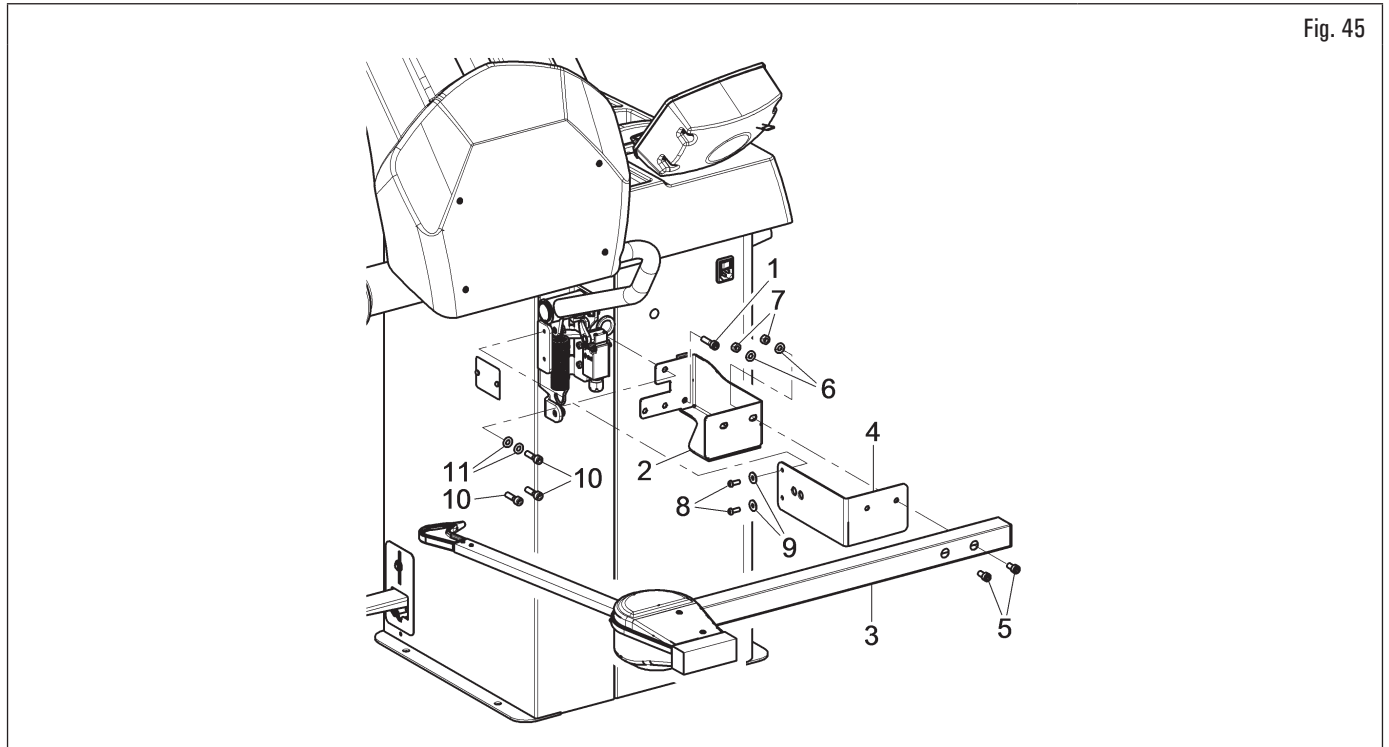
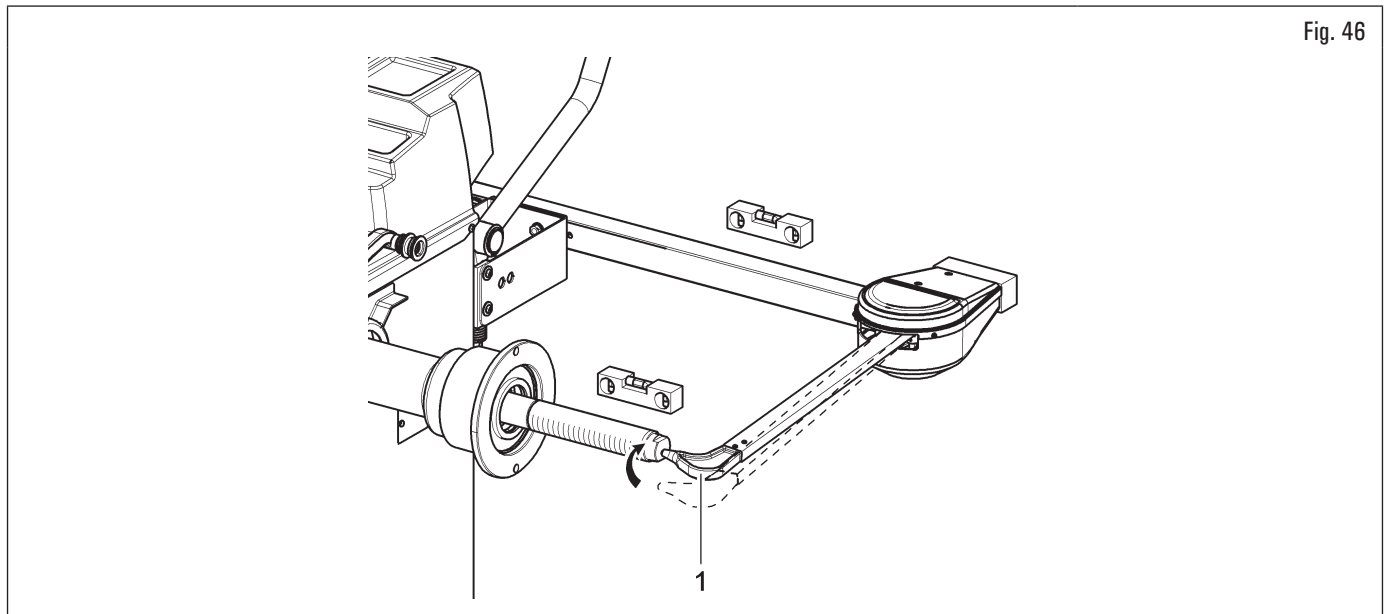
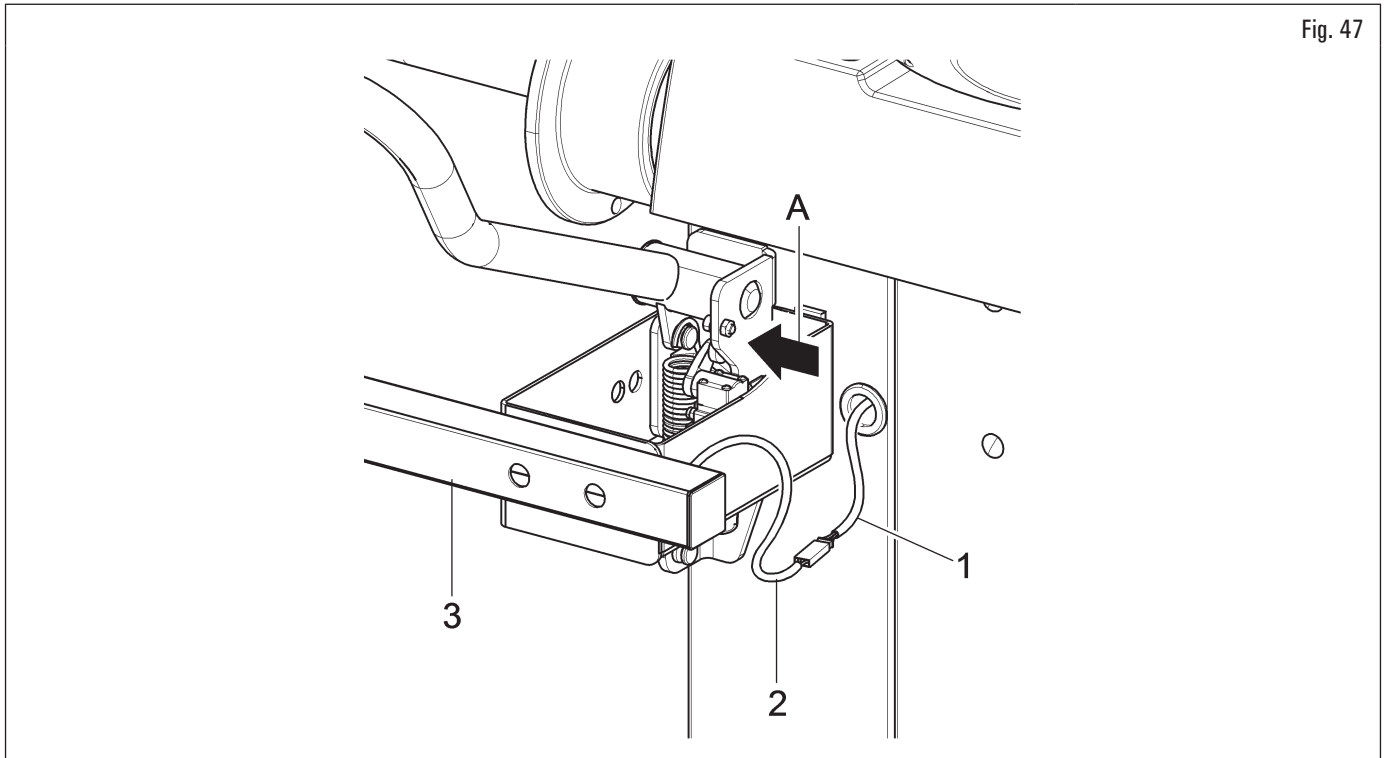

Fig. 45
Fig. 46
Fig. 47
1. Svitare le viti (Fig. 45 rif. 10) e le rondelle (Fig. 45 rif. 11) dal supporto copriruota, prestando molta attenzione a sostenere il supporto stesso;
2. infilare la staffa del calibro (Fig. 45 rif. 2) nella fessura laterale del supporto copriruota (vedi Fig. 47 rif. A);
3. inserire la vite di fissaggio (Fig. 45 rif. 1) e le viti (Fig. 45 rif. 10), svitate in precedenza, nella staffa del calibro (Fig. 45 rif. 2) e avvitare l'assieme sui rivetti filettati posizionati nella parte posteriore del telaio, senza l'utilizzo delle rondelle (Fig. 45 rif. 11) precedentemente smontate;
4. bloccare il braccio del calibro (Fig. 45 rif. 3) alle staffe (Fig. 45 rif. 2-4) utilizzando le 2 viti (Fig. 45 rif. 5), le rondelle (Fig. 45 rif. 6) e i dadi (Fig. 45 rif. 7), in modo che l'albero e il braccio del calibro siano livellati (vedi Fig. 46);
5. al termine del montaggio, assicurarsi manualmente che il puntale del calibro (Fig. 46 rif. 1) riesca a toccare la testa del mandrino;
6. collegare il connettore (Fig. 47 rif. 1) del cavo proveniente dall'interno dell'apparecchiatura sul connettore (Fig. 47 rif. 2) del cavo che esce dal braccio del calibro. Inserire la porzione di cablaggio con i connettori all'interno del braccio (Fig. 47 rif. 3);